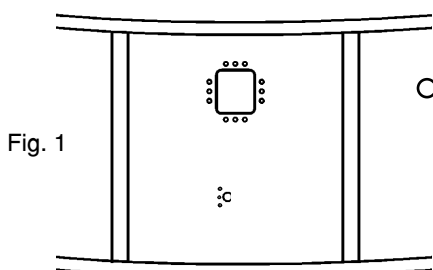

Fig. 1
- 1- If you intend to install a filter, position the cut-out for the skimmer accordingly (Fig. 1).
- 1- Prévoir dans le cas d'un filter l'emplacement de l'ouverture du skimmer au bon endroit. (Fig. 1)
- 1- Platzieren Sie die Öffnung für den Skimmer an eine geeignete Stelle wenn Sie einen Filter verwenden möchten (Abb. 1).
- 1- Prever en caso de un filtro, el emplazamiento de la abertura del skimmer en el lugar adecuado. (fig. 1)
1-Prevedere, nel caso di un filtro, l'ubicazione dell'apertura dello skimmer al punto giusto.(Fig. 1)
1-Als u een filter heeft aangeschaft, verzeker u er dan van dat de skimmer-opening op de juiste plaats komt.(Fig. 1)